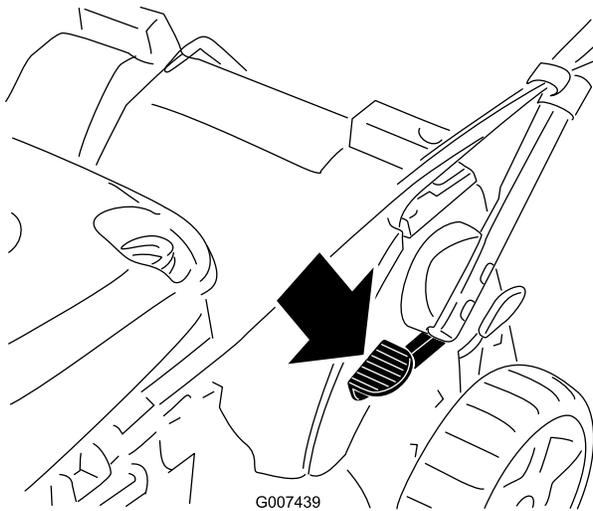

Figura 47
1. Premete il pedale col piede e tenetelo premuto (Figura 47).